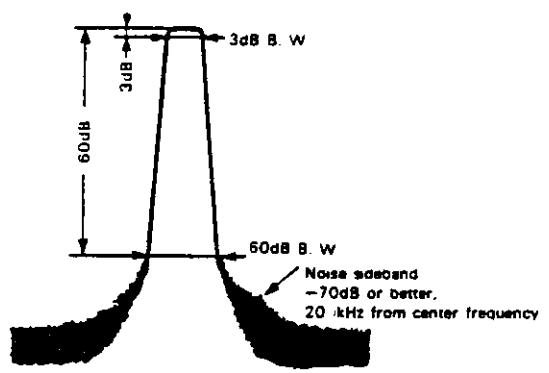

図 3-10 振幅の異なる信号の分離能力の限界
- (5) 振幅が異なり、周波数が近接している信号を分離する能力は、IF バンド幅選択度の他にノイズ・サイドバンドがあります。これは図 3-10 に示すように、IF フィルタの“すそ”の部分(スカートともいう)に現われるノイズで、これによって振幅の異なる信号を観察するときの分解能を制限します。本器のノイズ・サイドバンドは、キャリアから 20 kHz 離れた所で -70 dB 以下(IF バンド幅 1 kHz, ビデオ・フィルタ ON にて)です。
- (6) IF フィルタの“すそ”的部分や底辺部の分解能を上げて信号を見たい場合は、**VIDEO FILTER** スイッチを使用します。ビデオ・フィルタは、CRT を駆動する回路に IF バンド幅の  $\frac{1}{3}$  の LPF (Low-pass filter) をいれることによって、ノイズを平均化しています。これによって、SN 比が約 10 dB 改善されます。またノイズ・レベルは、IF バンド幅の設定によって次のように変化します。